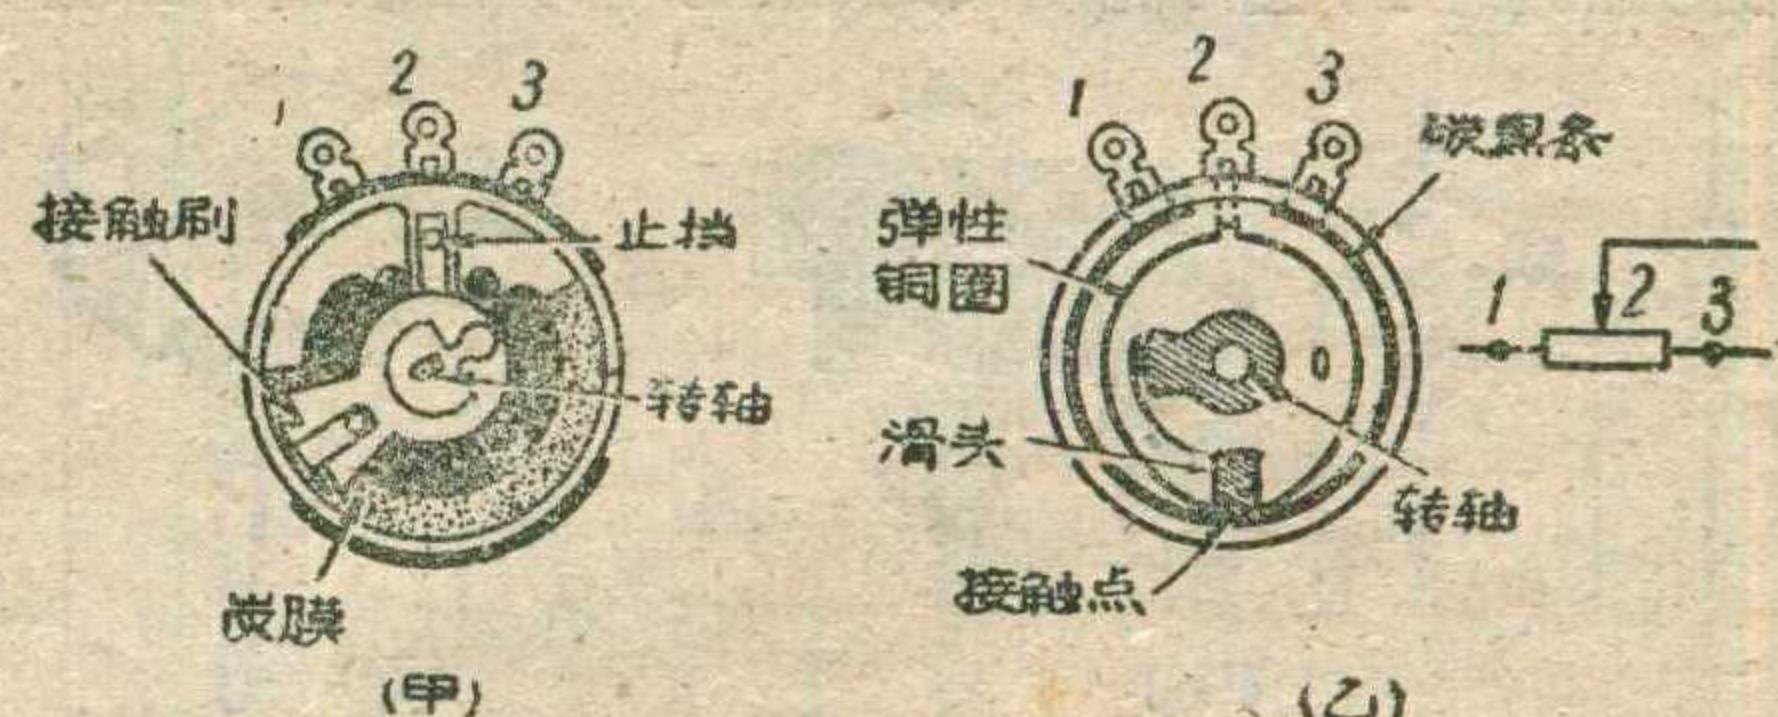

图 5
**垂直幅度旋鈕** 这个旋鈕是用来調整图像的高度,如果图像太扁(图5)或太长时,可調节此鈕,使图像上下边缘和显像管幕面的边缘相吻合。
5. 电位器 电位器在收音机中常用来控制音量大小和音调高低等。电位器本身是一个高阻值马蹄形的电阻，在它的上面有一个可变接触点，随旋转轴的转动而改接它与电阻接触的位置（图5，甲）。老式电位器里的电阻体是在厚纸条上涂复胶性碳黑而构成的碳黑纸条，纸条两端被引到电位器壳外的两个接线柱1和3上，见图5，乙。为了避免长期摩擦而使碳黑条受损，一般都用间接接触式，在碳黑条与活动滑头间垫有一个薄的弹性铜圈，它经过导体引出到壳外的接线柱2上。活动滑头压住铜圈，使铜圈在被压住的一点与碳黑条接触。当转动电位器时，使滑头位置改变，铜圈与碳黑条的接触点也随之改变，因而改变中点（2）与两边接点（1、3）之间的电阻值。
继电器  $R_{r2}$  可以用市售 110 伏交流继电器（也可以用交流 220 伏的，但此时  $R_{r2}$  要从接头 7 改接到变压器的 8 上）。这种继电器有两组接点，所以在完成控制作用的同时还能发出警报。继电器  $R_{r1}$  需要自制。作法参考图 5。继电器的支架可用胶木板或塑料板。线圈架可用废旧的塑料板，用万能胶粘好。铁心可用普通的软铁片或罐头盒剪成五、六片，叠在一起弯成 U 形，焊成一整块。弹簧不要用弹力太大的，最好用小提琴的 E 弦，或类似的钢丝绕制。继电器的线圈，可